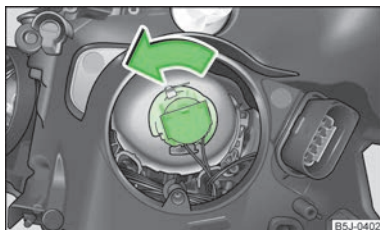

Fig. 148
- Girar el conector con la bombilla hasta la tope **en el sentido contrario al de las agujas del reloj** y retirarlo » fig. 148.